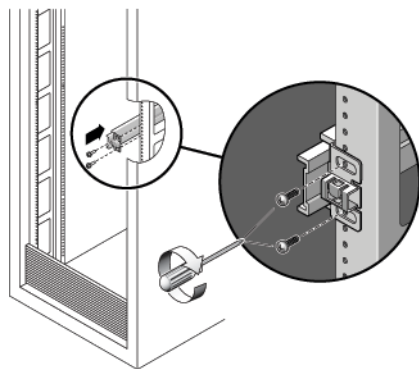

图 2-2 将滑轨部件安装到机架柱
1. 将滑轨部件放置到机架中，使滑轨部件两端的支架位于前后机架柱的外侧（如图 2-2 所示）。